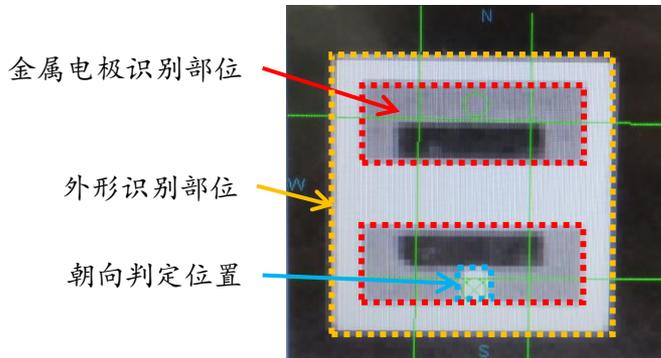

图10. LED识别方法（日亚推荐）
- 对LED进行朝向判定时，将识别位置设定为负极金属电极的欠缺部位（图10的  部分），通过这部分的辉度差对金属电极的朝向进行识别。